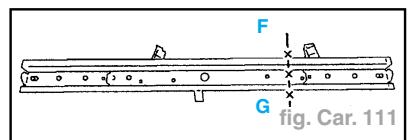

fig. Car. 111
- Traverse : tracer puis découper suivant (F; G) (fig. Car. 111).